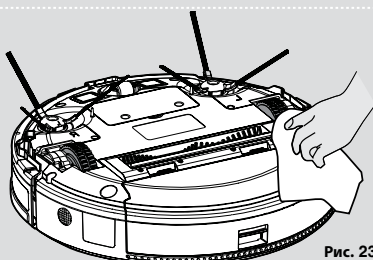

Рис. 23
3. Очистите колеса сухой тканью. **[Рис. 23]**